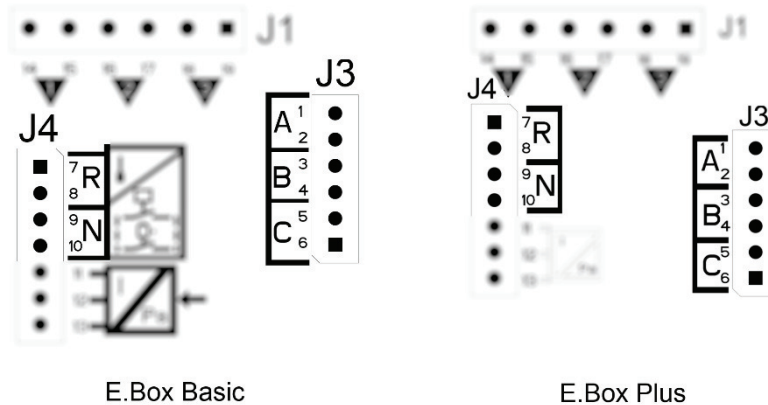

Figura 32: Poziție intrări și alarme
**Notă:** dacă nu se folosește această alarmă, intrarea N se conectează cu punți, pentru a identifica intrarea N consultați Figura 32.